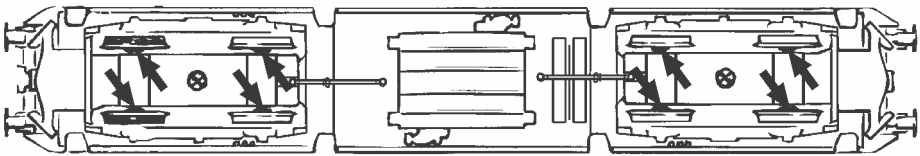

Fig. 8
**3. Haftreifenwechsel:** Zuerst die Drehgestellblende abnehmen (Fig. 4). Danach den **Radsatz** herausnehmen und die **Haftreifen** mit einer Nadel od. mit einem feinen Schraubendreher abziehen (Fig. 8). Beim Aufziehen der neuen Haftreifen darauf achten, dass diese sich nicht verdrehen.
**3. Change of traction tyre:** Remove the bogie blind (fig. 4). Take out **wheel set** and remove **traction tyre** using a pin or a fine screwdriver (fig. 8). When pressing on the new traction tyre please **avoid twisting it**.
**3. Échange des bandages d'adhérence:** Démontez d'abord **les flancs de bogies** des engrenages (fig. 4). Délogez ensuite les essieux bandagés et enlevez, à l'aide d'une aiguille ou d'un tournevis fin, les bandages d'adhérence (fig. 8). Lors du montage des nouveaux bandages veuillez veiller à ce que les bandages **ne soient pas tordu**.